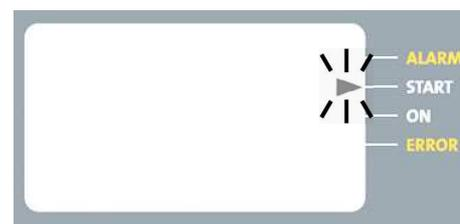

Abb. 18 Pfeil bei START blinkt
1. Der Pfeil bei START muss blinken, siehe ersten Einschalten (Abb. 18).